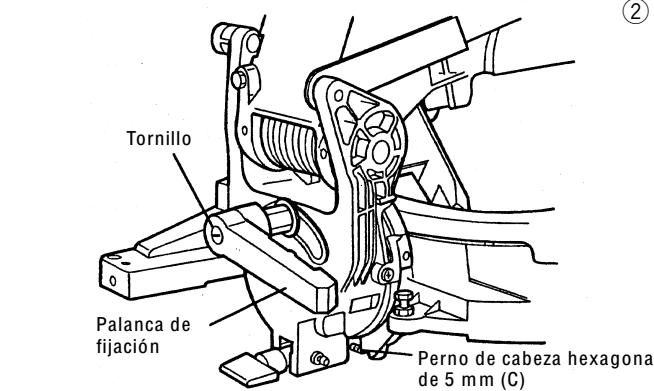

Fig. 7
② Coloque la palanca de fijación en el collar del mango, y luego apriete el tornillo de la manera indicada en la fig.7.
Antes de expedirse de fábrica, la herramienta eléctrica ha sido ajustada para cortes en bisel con ángulos de 0°, hacia la derecha, 45° hacia la izquierda, y un corte en bisel con un ángulo de 45° hacia la derecha con un perno de 6 mm (A), un perno de 6 mm (B), y un perno de cabeza hueca hexagonal de 5 mm (C) (véase Fig. 7).
Para cambiar el ajuste, gire el perno de 6 mm (A), el perno de 6 mm (B) o el perno de cabeza hueca hexagonal de 5 mm (C) (véase Fig.7) y cambie su altura.